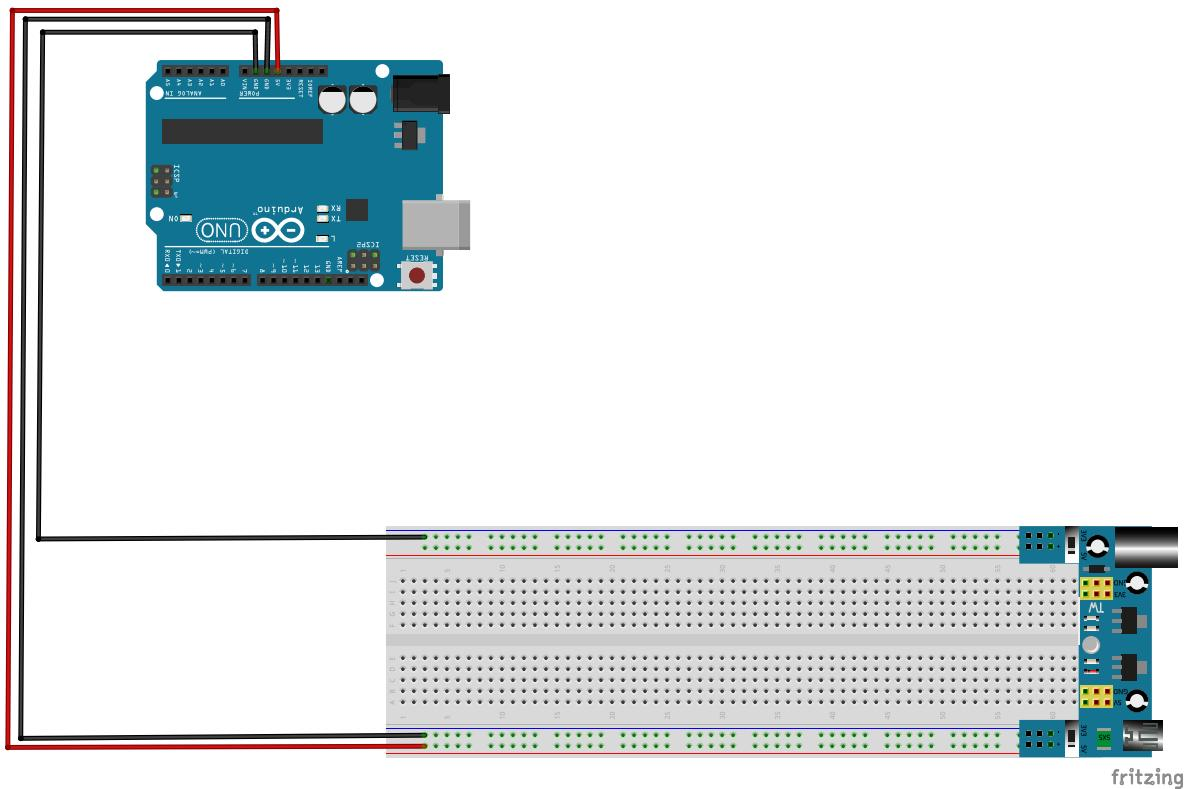

Figura 5 – Esquema de ligação do Arduino e da fonte de alimentação à *protoboard*.
A primeira conexão a ser feita é a de alimentação, para isso é preciso conectar as portas “5V” e “GND” a *protoboard* assim como é mostrado na Figura 5. Lembre-se de seguir por toda a construção do veículo o padrão de cores para esses dois fios: vermelho para cinco volts e preto para terra.
Para alimentar os vários sensores, o Arduino e os quatro motores que controlarão o veículo, uma fonte de alimentação ajustável para *protoboard* é necessária. Esse componente vai fornecer uma tensão de cinco volts para todos os componentes e deve ser conectado aos quatro barramentos horizontais da *protoboard* também como mostra a Figura 5.
um *ampère* de corrente elétrica contínua (DC). A Figura 5 ilustra todos os componentes ligados à *protoboard*.